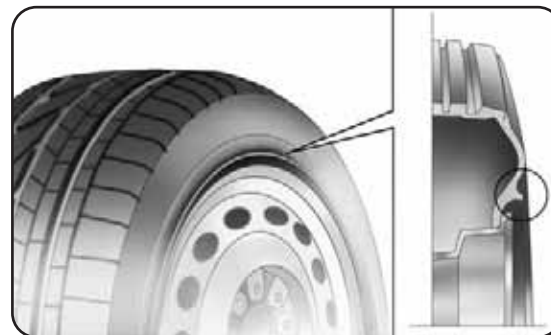

fig. 5
### PNEUS RIM PROTECTOR fig. 5
*En cas d'utilisation d'enjoliveurs intégraux fixés (au moyen d'un ressort) à la jante en tôle et de pneus non de série (après-vente) équipés de rim protector (voir fig. 5), NE PAS monter les enjoliveurs. L'utilisation de pneus et d'enjoliveurs inappropriés pourrait provoquer une baisse imprévue de pression du pneu.*